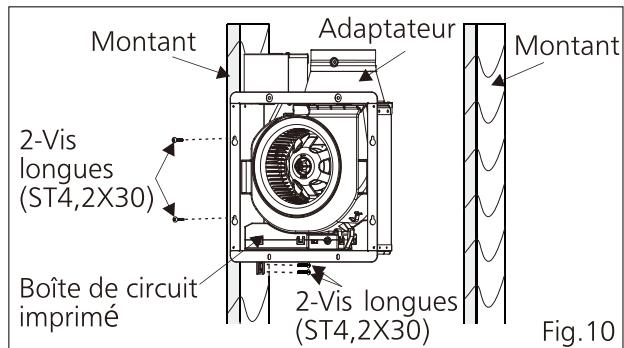

Fig.10
- Fixez la collarette du cadre au montant au moyen de 2 vis longues (ST4,2x30), puis fixez le bras de suspension au montant au moyen de 2 vis de même type (ST4,2x30). (Fig.10)
- !** L'adaptateur doit être installé vers le haut. (Fig.10)